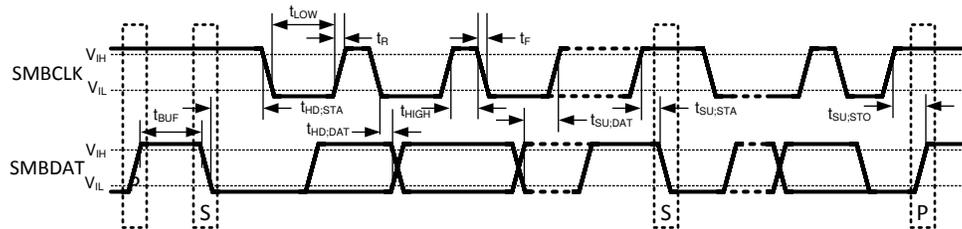

図 5-1. SMBus 通信
- (1) 絶対最大定格は、それらを超えると、デバイスが破壊される可能性がある制限値を示します。動作定格は、デバイスが確実に機能する条件を示しますが、特定の性能限界を保証するわけではありません。保証された仕様、および試験条件については「電気的特性」を参照してください。保証された仕様は、記載されているテスト条件にのみ適用されます。本デバイスを記載されているテスト条件以外で動作させると、一部の性能特性が低下する可能性があります。本デバイスを最大動作定格を超えて動作させることは推奨されません。
- (2) いずれかのピンの入力電圧 (VI) が電源を超えた場合 (VI < GND または VI > VDD)、そのピンの電流を 5mA に制限する必要があります。LM95231 のピンの寄生部品および ESD 保護回路を図 5-1 と表 5-1 に示します。次のピンに存在する寄生ダイオード D1 が順バイアスされないように注意する必要があります: D1+, D2+, D1-, D2-。50mV を超える順バイアスが印加されると、温度測定値が破損する可能性があります。
- (3) プリント基板を 1oz フォイルに接続したときの接合部から周囲への熱抵抗 (エアフローなし):